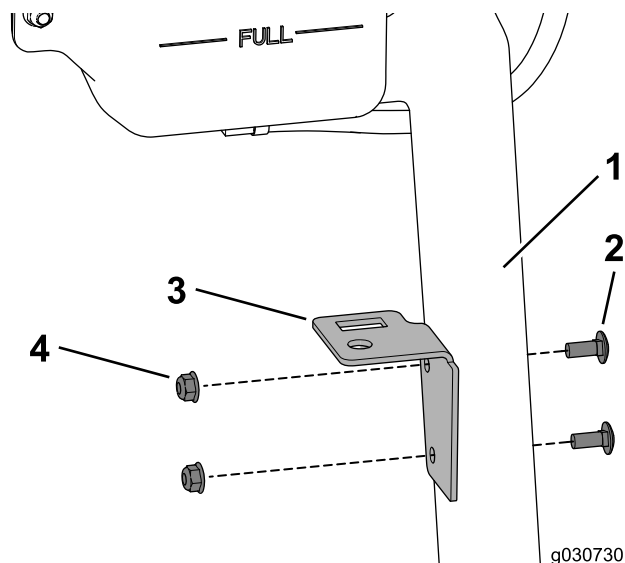

Рисунок 31
1. Прикрепите пластину бачка к опоре бачка охлаждающей жидкости с помощью двух каретных болтов и контргайк (Рисунок 31)